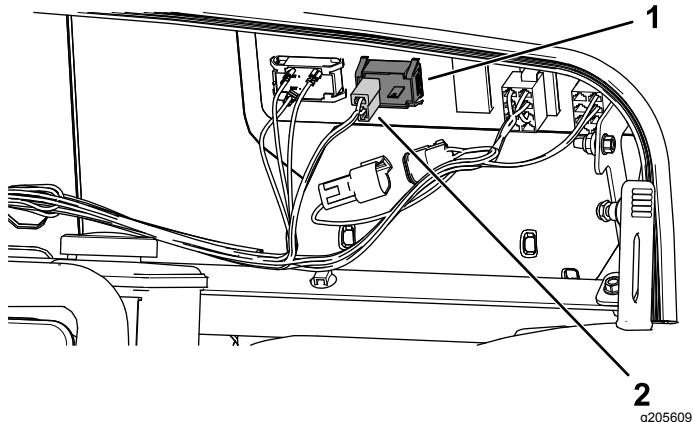
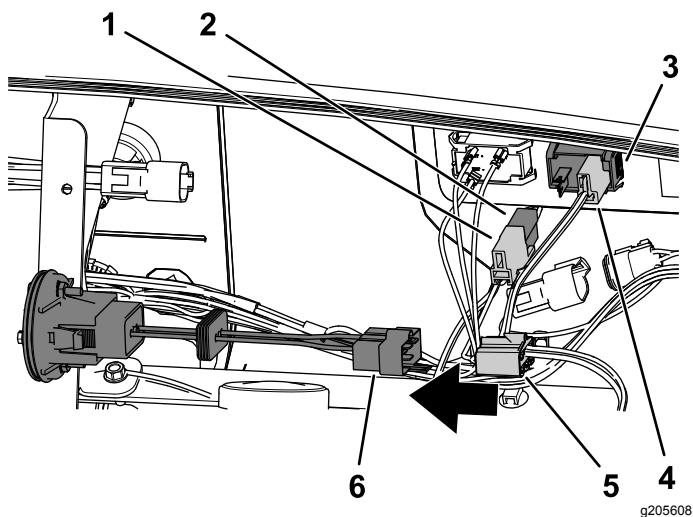

Рисунок 4
Рисунок 5
1. Отсоедините установленный охватывающий 2-гнездовой разъем от установленного счетчика моточасов и вставьте его в охватываемый 2-штыревой разъем на жгуте проводки беспроводного счетчика моточасов (Рисунок 4 и Рисунок 5).
2. Подсоедините охватывающий 2-гнездовой разъем на жгуте проводки беспроводного счетчика моточасов к установленному счетчику моточасов (Рисунок 5).
3. Подсоедините охватывающий 6-гнездовой разъем к новому беспроводному счетчику моточасов (Рисунок 5).